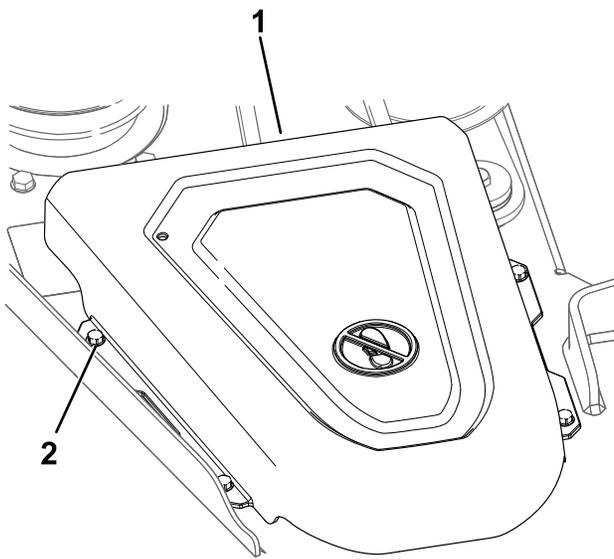

Figura 48
- Afloje los tornillos y retire las cubiertas de las poleas (Figura 48).